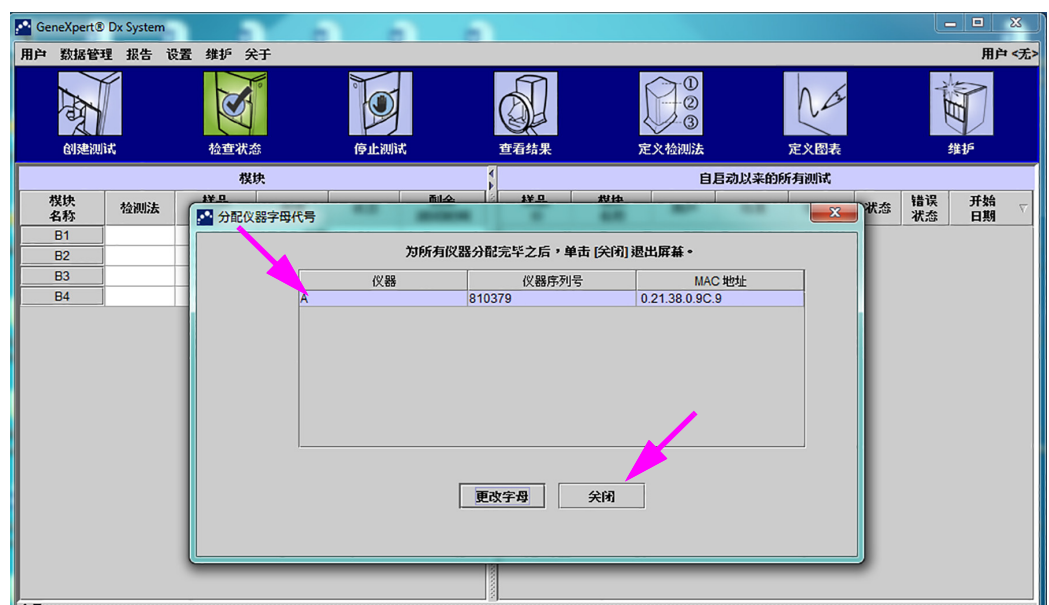

图 2-59. 带有分配仪器字母代号（Assign Instrument Letter）对话框的 GeneXpert Dx System 窗口
7. 单击**关闭 (Close)**以关闭分配仪器字母代号 (Assign Instrument Letter) 对话框 (参见图 2-59)。分配仪器字母代号 (Assign Instrument Letter) 对话框将指示模块的新仪器字母分配。